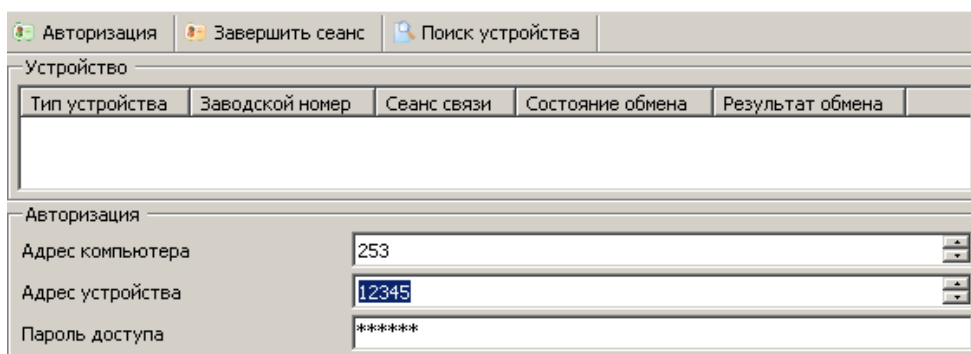

Рисунок 27 – Авторизация устройства
5.2.13 В разделе авторизация установить адрес компьютера равный 253, адрес устройства равный сетевому адресу счетчика (5 последних цифр серийного номера) и пароль доступа. Нажать на кнопку «Авторизация» (см. Рисунок 27).